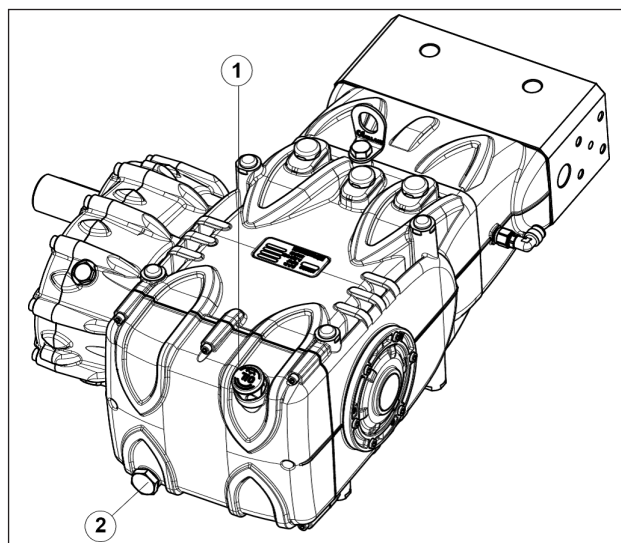

Рис. 3
Проверьте уровень масла, при необходимости долейте через маслоизмерительный шуп, поз. ①, Рис. 3.
Для того чтобы правильно измерить уровень масла, насос должен остыть до температуры окружающей среды. Смену масла нужно выполнять при рабочей температуре насоса, вынув пробку поз. ②, Рис. 3.
Пользуйтесь температурным датчиком, вставляемым в маслоливную пробку, поз. (2), рис. 3. См. руководство "ВЗРЫВОЗАЩИТА ATEX".